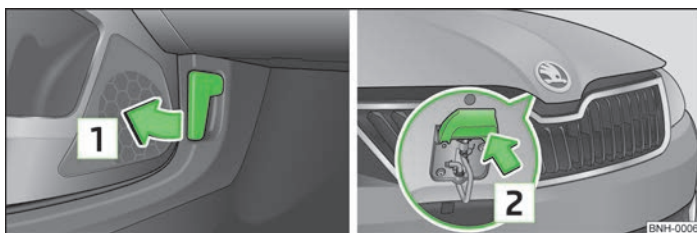

Fig. 96 Palanca de desbloqueo del capó/rejilla del radiador: Palanca de desbloqueo
- Tirar de la palanca de desbloqueo **1** ubicada debajo del cuadro de instrumentos en el sentido de la flecha » fig. 96.
- Presionar la palanca de desbloqueo en la dirección de la flecha **2** » fig. 96, el capó se desbloquea.